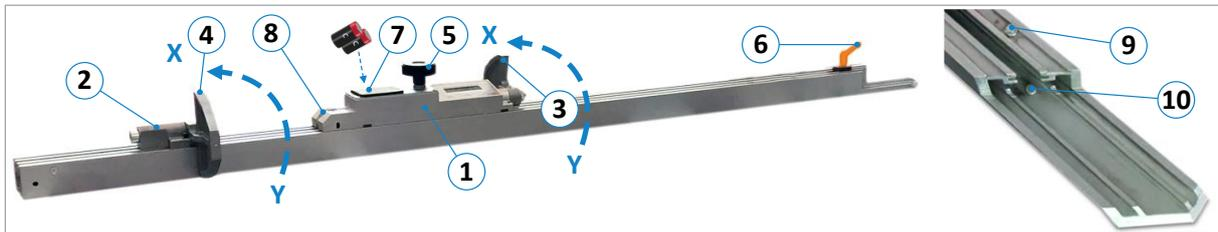

Abbildung 3: Tele-Digit Bedienelemente
- Das in ⇒ Abbildung 3 gezeigte Batteriefach (7) öffnen und die beiden Batterien ersetzen.
- Schieber (1) ganz nach rechts an Endanschlagschraube (9) anschlagen und mit Klemmschraube (5) klemmen.
- Auszug (2) ganz nach rechts an Endanschlagschraube (10) anschlagen und mit Klemmhebel (6) klemmen.
- Anschlagklappe (3) in Stellung X für Schieber (1) bringen (siehe ⇒ Abbildung 3)
- Den Abstand zwischen Sägeblatt und Anschlagklappe (2) auf 0,1 mm genau ermitteln.